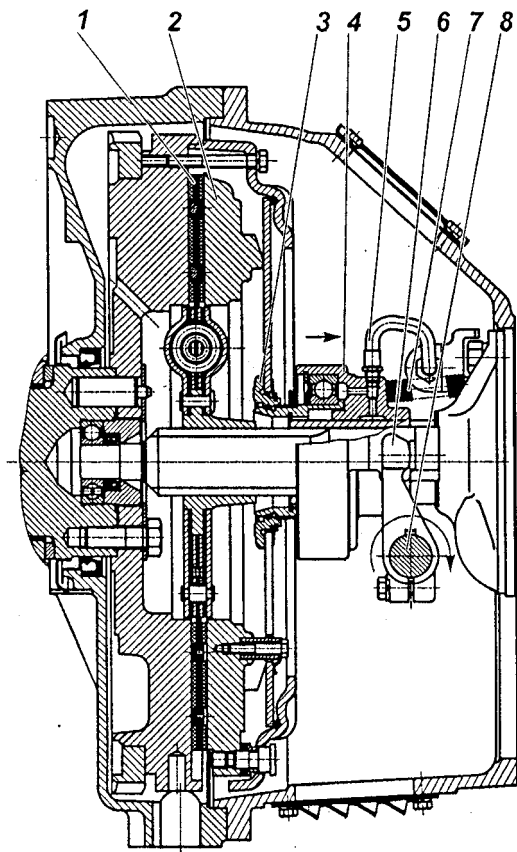
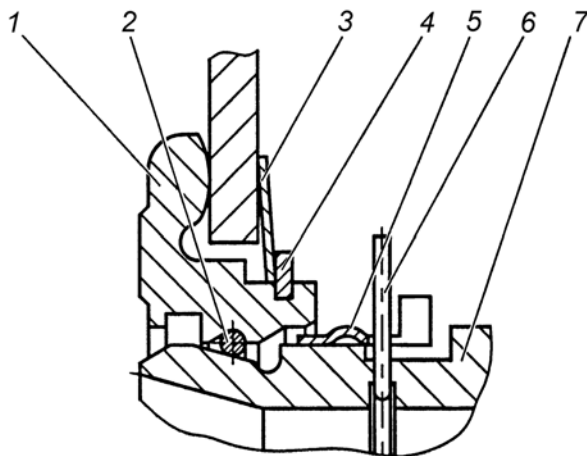

Рис. 106. Сцепление модели ЯМЗ-182:
Рис. 108. Запорное устройство:
Диафрагменное сцепление модели 182 (рис. 106) состоит из ведущих и ведомых частей, а также деталей механизма выключения сцепления, устанавливаемых в картер сцепления.
Механизм выключения сцепления состоит из муфты 4 (рис. 106) с подшипником, вилки 6 и валика 8. Муфта соединена через упорное кольцо 3 с диафрагменной пружиной с помощью запорного устройства.
Оттяжная пружина 7 (рис.106) исключает проворот и осевые перемещения втулки 7 (рис. 108) относительно упорного кольца 1 (рис. 108). По мере износа фрикционных накладок муфта выключения сцепления 4 (рис. 106) перемещается вместе с пружиной в сторону маховика, при этом конструкция привода выключения сцепления автомобиля или другого транспортного средства обеспечивает поворот вилки 6 (рис. 106) по часовой стрелке после выбора зазора между лапками вилки и муфтой за счет периодической регулировки привода или постепенный поворот за счет конструкции гидропривода.
Конструкция запорного устройства показана на рис.108. Она включает в себя упорное кольцо 1, втулку подшипника муфты 7 с фасонной канавкой, пружинное кольцо 2 круглого сечения, а также замковое кольцо 5. Упорное кольцо 1 устанавливается на диафрагменную пружину при сборке нажимного диска с кожухом и удерживается за счет пружинной шайбы 3 и стопорного кольца 4. На рисунке муфта заперта (соединена) с упорным кольцом. Внутри втулки подшипника муфты 7 установлено предохранительное кольцо 6, имеющее снаружи
Выключение сцепления обеспечивается поворотом вала по часовой стрелке. Допустимое направление перемещения муфты и поворота вала для выключения сцепления показано на рис. 106 стрелками. Перемещение муфты и поворот вала в обратном направлении не допустимо.
- 5 С помощью специальной оправки сцентрировать кольцо 3 (рис. 106) относительно оси коленчатого вала двигателя.
- 2 Убедиться что муфта выключения сцепления отведена до упора в крышку подшипника первичного вала коробки передач пружинной 7 рис. 106.
Проверка качества установки сцепления (отсутствие "ведения", контроль величины крутящего момента на валу вилки) осуществляется на неработающем двигателе. Для этого необходимо повернуть вал вилки на угол $9^{\circ}30' \dots 11^{\circ}$ по часовой стрелке, что соответствует перемещению муфты на 11...13 мм от двигателя. При этом выходной вал коробки передач, при включенной передаче, должен вращаться при приложении крутящего момента не более 5 Н·м (0,5 кгс·м). Поворот вала вилки выключения сцепления по часовой стрелке показан на рис. 106.
- 4 Совместить полукруглый паз на муфте выключения сцепления в передней ее части с выступающим усом предохранительного кольца 6 (рис. 108) и, утопив его каким-либо предметом, удерживать в утопленном положении через центральное отверстие муфты выключения сцепления.